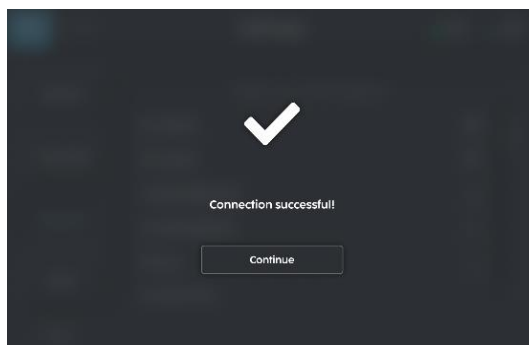

FIGURE 6-6
2. Si la connexion est réussie (Fig 6-6), le changement de réseau est réussi.